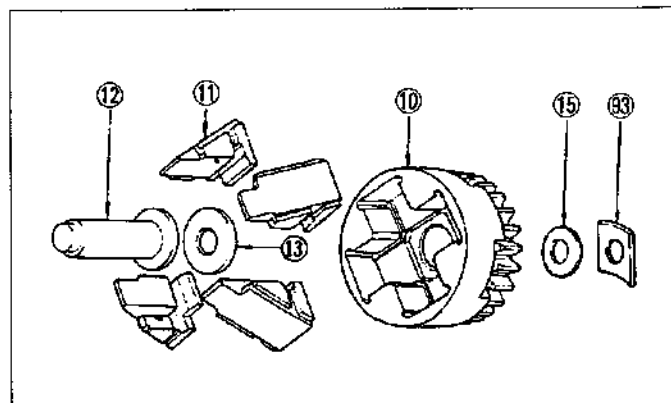

Figura.14-45 Conjunto del contrapeso
El conjunto del tapón y cojinete se presionan al manguito del regulador. (Vea la figura.14-45)
(2) Monte los contrapesos ⑪, arandela de empuje ⑬, y manguito del regulador ⑫, (manguito incluyendo el tapón) en el soporte del contrapeso ⑩. (Vea la figura.14-45)
2. Hay dos tipos de arandela de empuje ⑬. El tipo antiguo tiene una forma de () como se muestra aquí, y el tipo nuevo se ilustra en la figura.14-45.
(3) Instale el eje del regulador, junto con un nuevo anillo "O" en la caja de la bomba. El eje pasa por la caja, arandela de ajuste ⑭, arandela del contrapeso ⑮, por el conjunto de contrapeso, y al manguito ⑫. (Vea la figura.14-45)